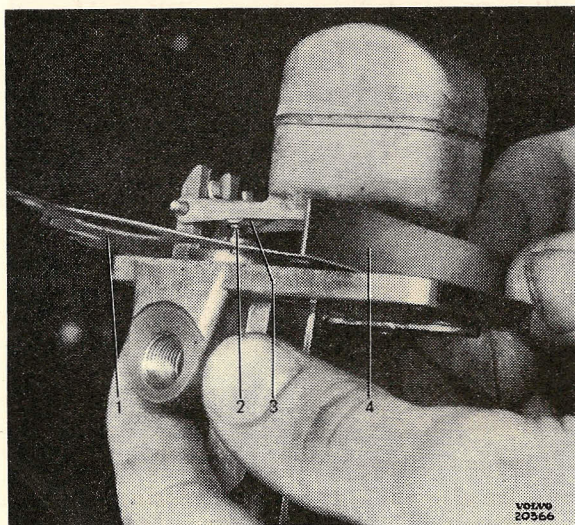

Bild 89.
Flottörnivån kontrolleras medelst jigg T 109-80 eller slitsmått av 9,5 mm bredd (4 bild 89). Mätverktyget placeras mellan flottörhuslocket och flottörens underkant. Packningen (1)